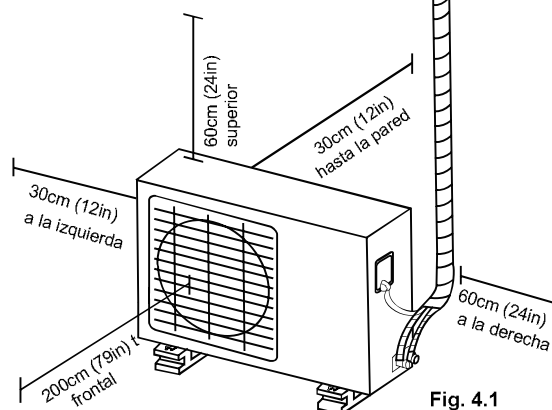

Fig. 4.1
- ✓ Cumplir las medidas espaciales mínimas para su funcionamiento (Fig. 4.1)